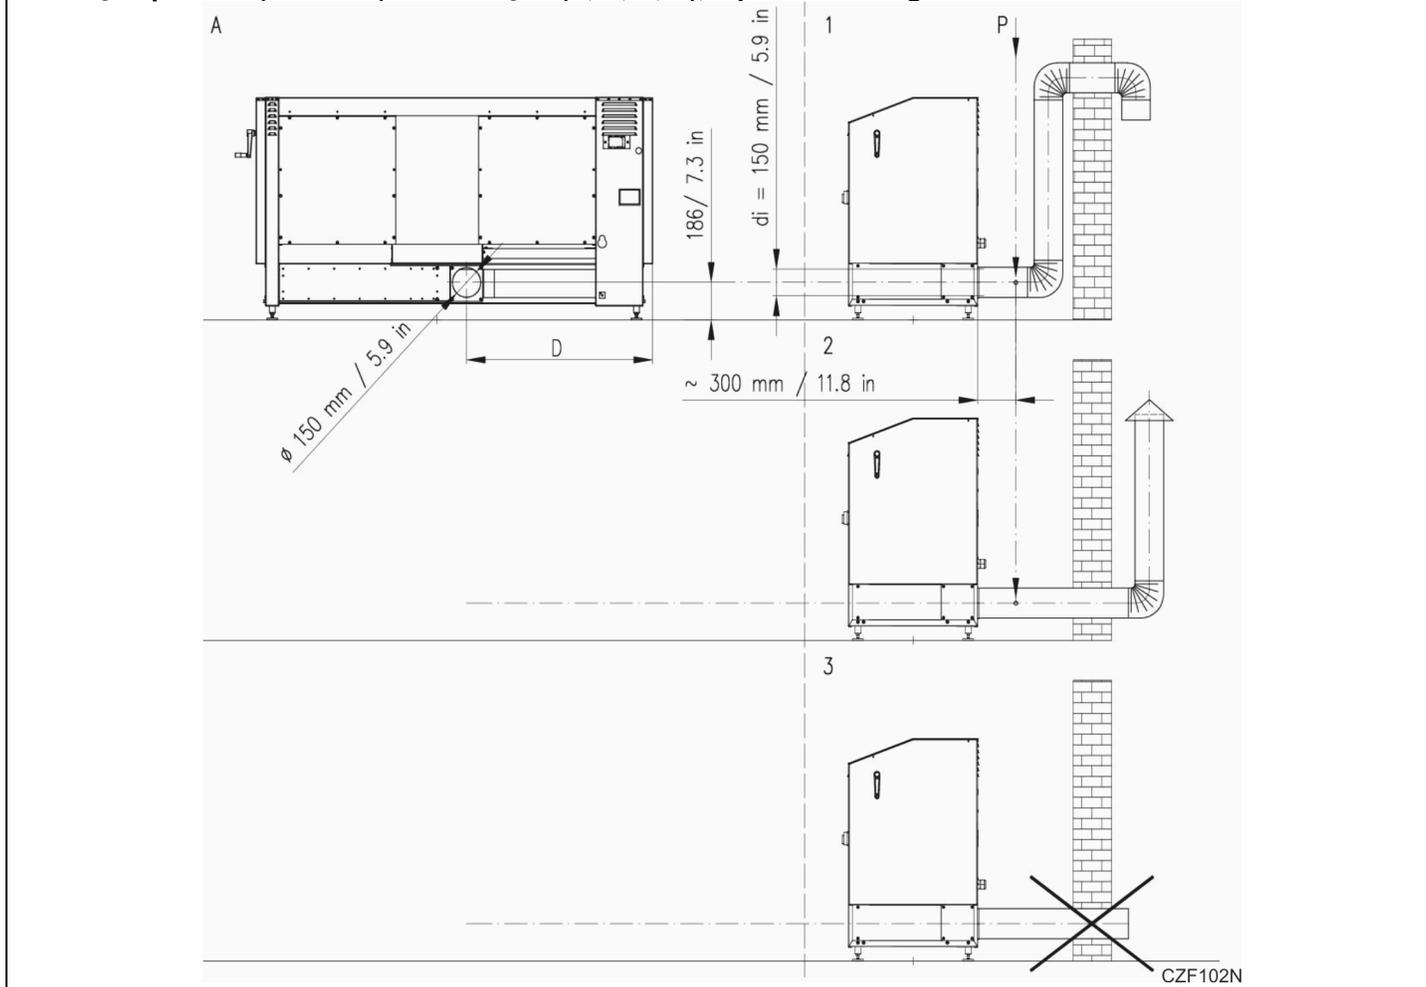
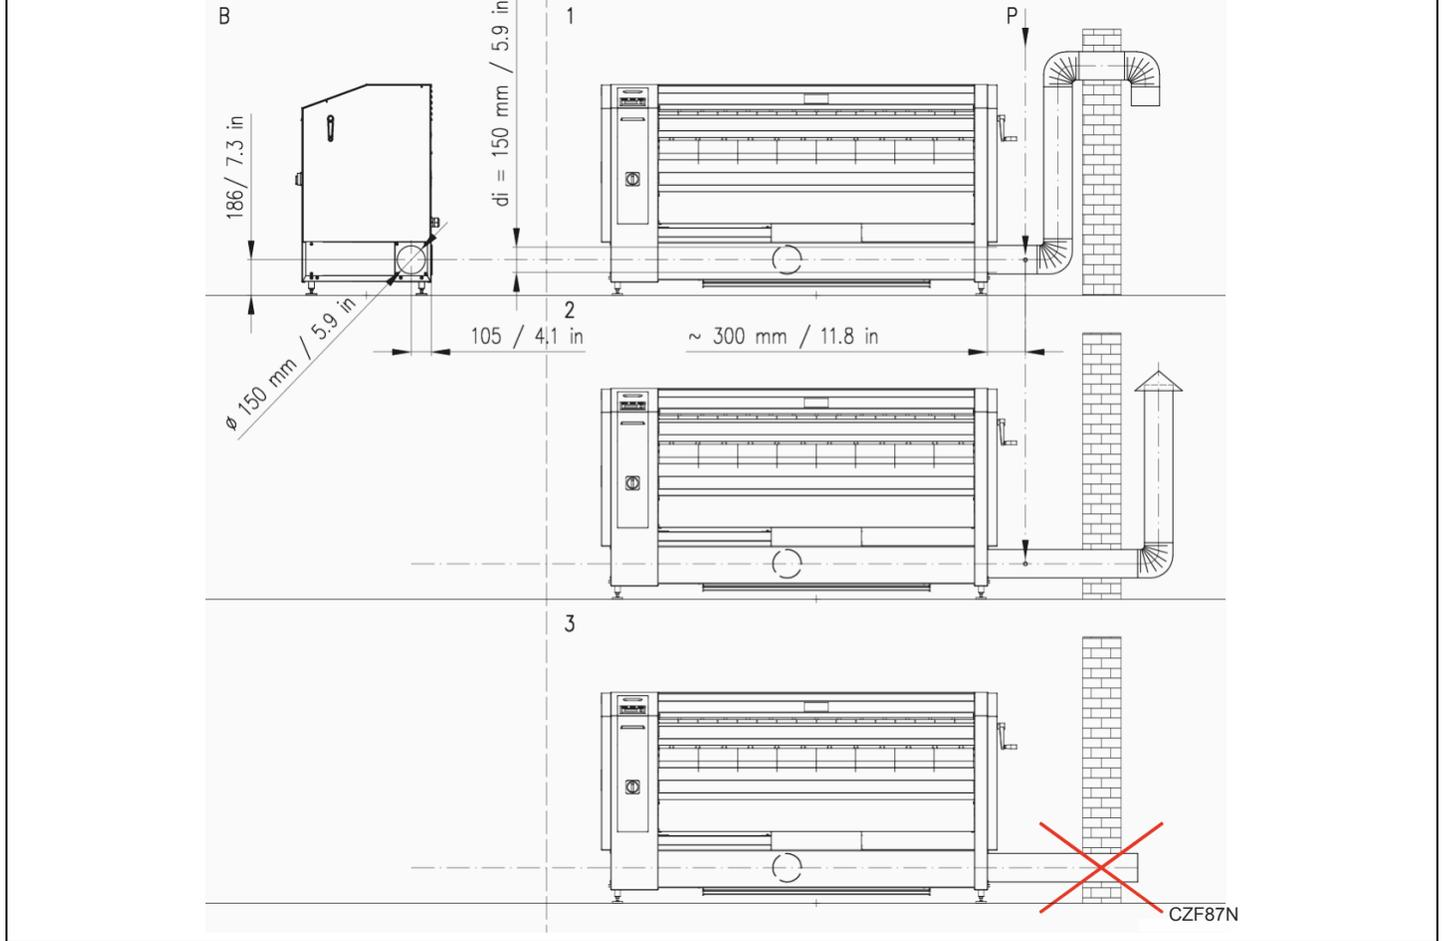
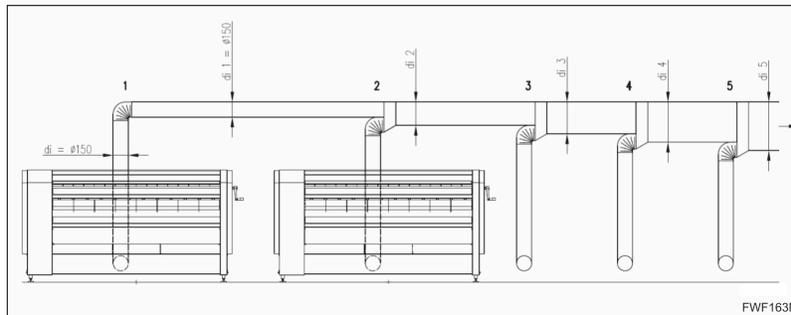

Figura 11
Figura 12
Figura 13
Parâmetros para Figura 11 e Figura 12
- A – exaustão de vapor traseira: *Figura 11*
- B – exaustão de vapor do lado direito: *Figura 12*
- As dimensões e outros parâmetros que dizem respeito à instalação do sistema de exaustão são mostradas nas figuras acima, em *Figura 11, Figura 12, Figura 13 e em Tabela 10, Tabela 4, Tabela 9*.
- A exaustão do vapor deve ser conduzida separadamente de qualquer outra tubulação e instalada de acordo com a *Figura 11* ou a *Figura 12* pelo caminho mais curto para fora do edifício.
Parâmetros para Figura 13